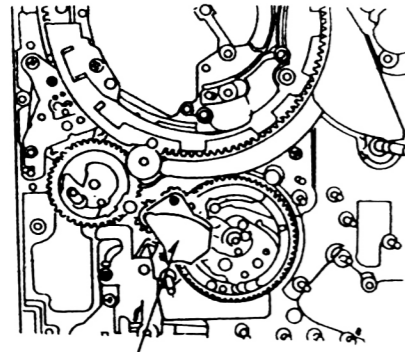

图 1-3-30
1. 如图 1-3-30 所示先安装好引导片, 然后再插入垫片。